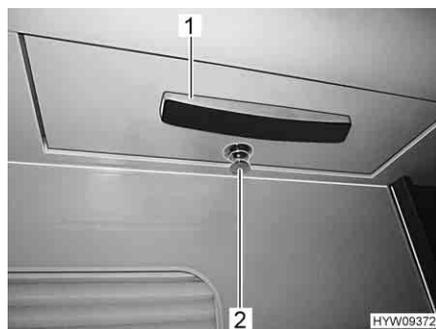

Fig. 74 Vano (posizione di marcia)
- Premere e rilasciare il bottone automatico (Fig. 74,2). Il bottone automatico scatta all'infuori.
- Tirare verso il basso il vano accompagnandolo con la maniglia (Fig. 74,1).